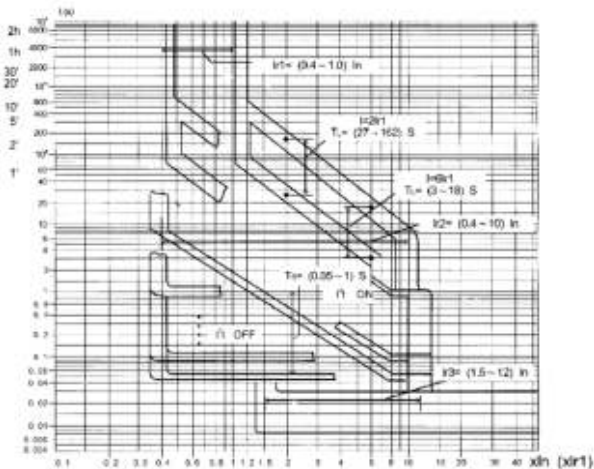

图4 H型智能脱扣器过电流保护特性曲线
6.2.3 H型智能脱扣器的过电流保护特性曲线见图4，技术数据见表5。